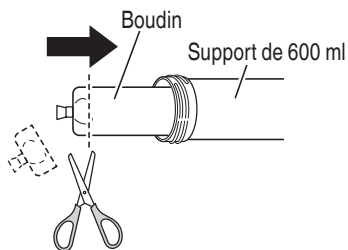

Fig. 21
- (2) Placez le boudin dans le support de 600 ml et coupez la partie fermée à l'extrémité. (Fig. 21)